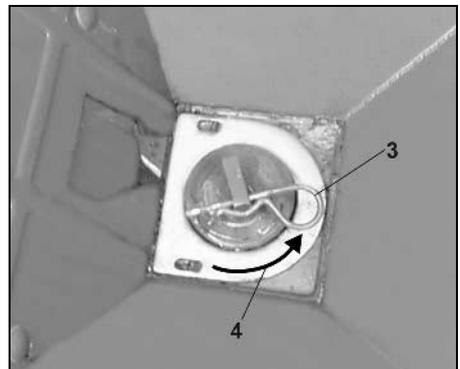

Fig. 53
- **Federstecker (Fig. 53/3) unbedingt entgegen der Drehrichtung (Fig. 53/4) montieren.** (Abgebildet ist die in Fahrtrichtung gesehene rechte Maschinenseite).